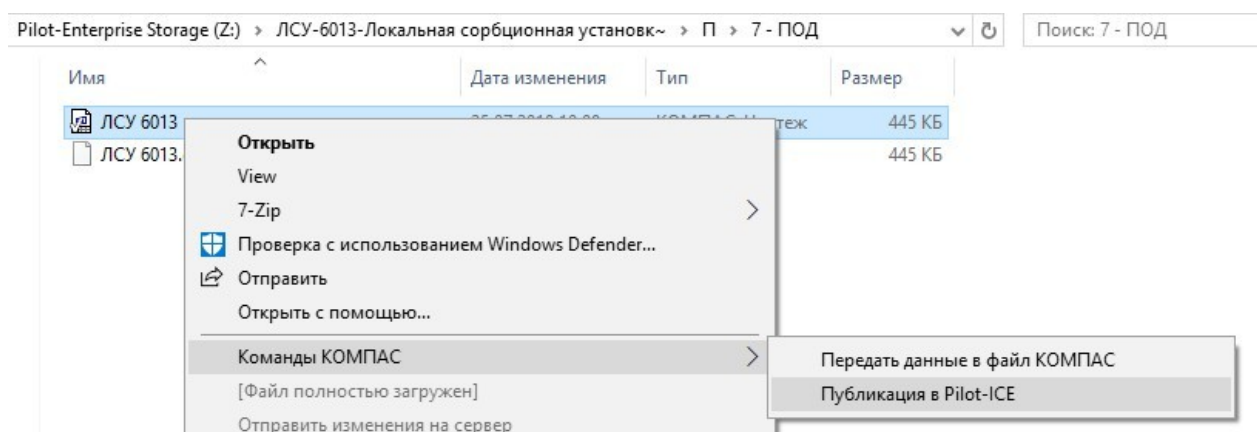

Рис.1.2.2. Команда публикации листов чертежей
2. Правым щелчком мыши на файле вызовем контекстное меню выберем Команды КОМПАС – Публикация в Pilot-ICE (рис.1.2.2)